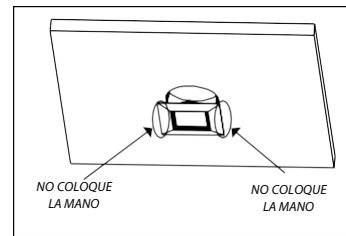

Figura 8
■ **NO COLOQUE LA MANO DEBAJO DEL SUJETADOR DE RESORTE DURANTE EL PROCESO DE EXTRACCIÓN. PRESIONAR LOS SUJETADORES PUEDE CAUSAR LESIONES EN LA MANO.** (Figura 8)